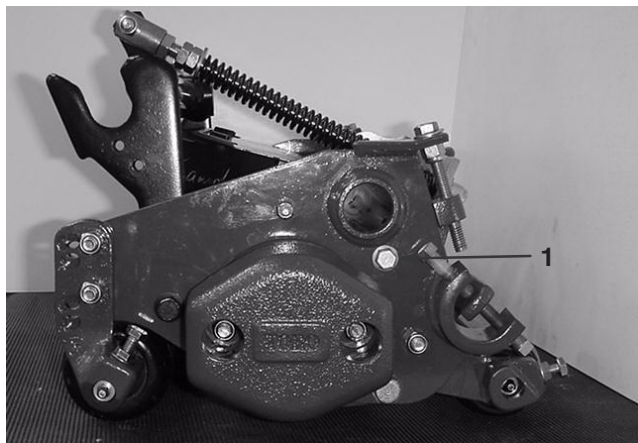

Figure 3
1. Pour ouvrir le déflecteur arrière (Fig. 3), desserrez la vis à collerette fixant le déflecteur à la plaque latérale droite, tournez le déflecteur en position ouverte et serrez la vis.